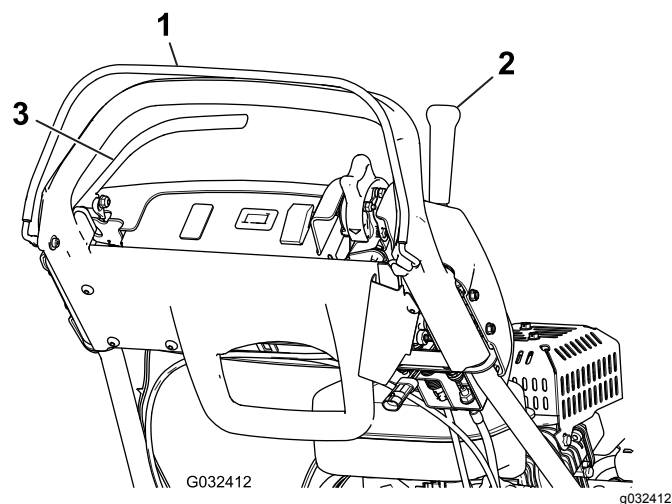

Рисунок 31
3. Попробуйте привести в действие рычаг тяги при ненажатом механизме контроля присутствия оператора (Рисунок 31). Рычаг тяги не должен включаться. Если рычаг тяги включается, то система блокировки нуждается в ремонте. Устраните неисправность перед началом работы; см. Обслуживание блокировочного переключателя тяги \(страница 33\).
4. При нажатом механизме КПО и включенном рычаге тяги отпустите КПО (Рисунок 31). Рычаг тяги должен отключиться. Если рычаг тяги не отключается, то система блокировки нуждается в ремонте. Устраните неисправность перед началом работы; см. Обслуживание блокировочного переключателя тяги \(страница 33\).
5. При нажатой рукоятке механизма контроля присутствия оператора и передвинутым влево рычаге переключения передач включите приводы барабана и тяги и отпустите рукоятку (Рисунок 31). Рычаг тяги должен отключиться. Если рычаг тяги не отключается, то система блокировки нуждается в ремонте. Устраните неисправность перед началом работы; см. Обслуживание блокировочного переключателя тяги \(страница 33\) или Регулировка управления барабаном \(страница 37\).
6. При нажатом механизме КПО и передвинутым влево рычаге переключения передач включите приводы барабана и тяги, переведите рычаг переключения передач вправо для отключения привода барабана (Рисунок 31). Привод тяги должен отключиться. Если рычаг тяги не отключается, система блокировки нуждается в ремонте. Устраните неисправность перед началом работы; см. Регулировка управления барабаном \(страница 37\).
2. При нажатом механизме КПО включите рычаг тяги и приведите органы управления двигателем в положение запуска (Рисунок 31). Попробуйте запустить двигатель. Двигатель не должен запускаться. Если двигатель запускается, то блокировочный выключатель нуждается в ремонте. Устраните неполадку перед эксплуатацией. См. Обслуживание блокировочного переключателя тяги \(страница 33\)
2. При выключенном рычаге тяги, включенном рабочем тормозе и установленных в положение запуска органах управления двигателем (Рисунок 31) попробуйте запустить двигатель. Двигатель должен завестись. Если двигатель не запускается, то блокировочный выключатель нуждается в ремонте. Устраните неисправность до начала работы на машине; см. (страница 4).
3. При работающем двигателе включите рабочий (но не стояночный) тормоз, нажмите механизм контроля присутствия оператора (КПО) и включите рычаг тяги (Рисунок 31). Двигатель должен работать, преодолевая сопротивление тормоза, но не должен глохнуть. Если двигатель сразу же заглох, блокировочный выключатель нуждается в ремонте. Устраните неисправность до начала работы на машине; см. (страница 4).
4. При работающем двигателе затяните фиксатор стояночного тормоза, нажмите механизм контроля присутствия оператора и включите рычаг тяги (Рисунок 31). Двигатель следует заглушить. Если двигатель не глохнет, блокировочный выключатель нуждается в ремонте. Устраните неисправность перед началом работы; см. (страница 4).